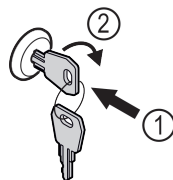

Fig. 167 Exempel
- ▶ Sätt in nyckeln Fig. 167 (1).
- ▶ Vrid nyckeln 90° medurs Fig. 167 (2).